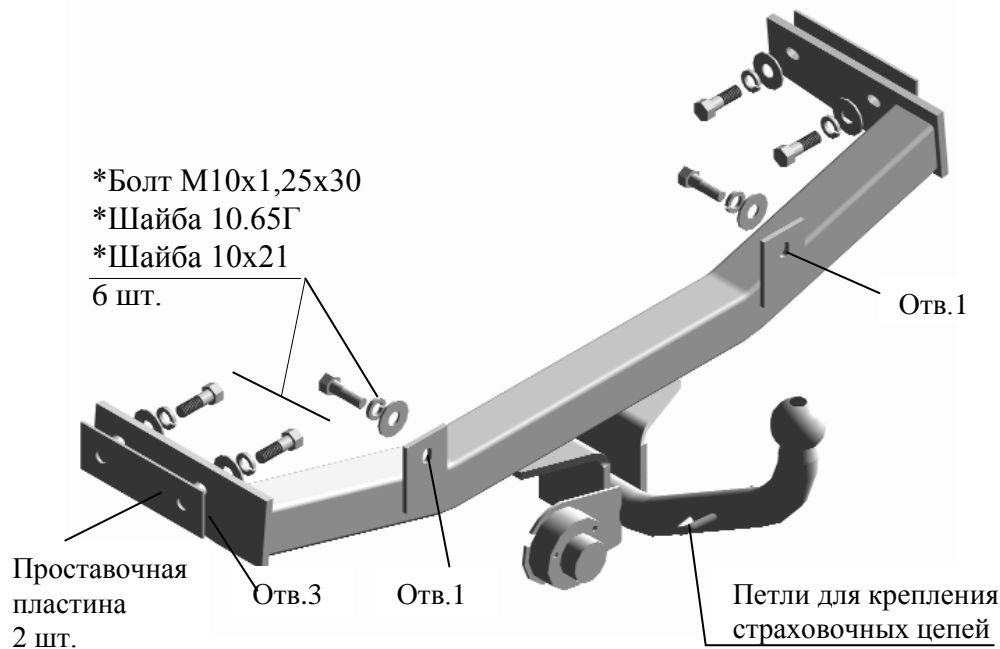

Рис.1 Тягово-цепное устройство ТСУ 1118
2.2 Пакет комплектующих (см.рис.1) Защитный колпак	1 шт.